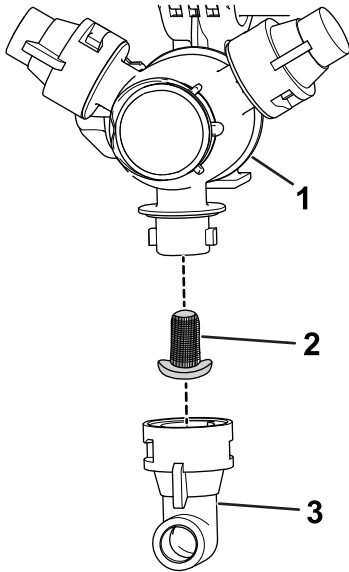

Figura 61
2. Retire la boquilla de la torreta de fumigación (Figura 61).
3. Retire el filtro de boquilla usado (Figura 61).
4. Instale el filtro de boquilla nuevo (Figura 61).
5. Instale la boquilla en la torreta de fumigación (Figura 61).